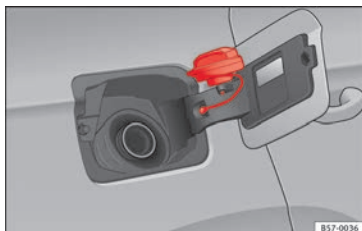

Fig. 58 Sportellino del serbatoio con all'interno il tappo.
- Collocarlo nello spazio della cerniera dello sportellino aperto » **fig. 58**.